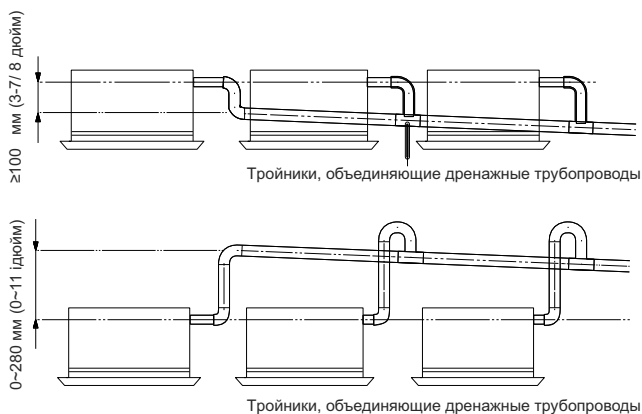

Рис. 4.21
- (3). При объединении нескольких дренажных трубопроводов ориентируйтесь на Рисунок 4.21. Подбирайте основной дренажный трубопровод таким образом, чтобы его диаметр соответствовал бы суммарной производительности всех внутренних блоков (ориентируйтесь на блоки кассетного типа).